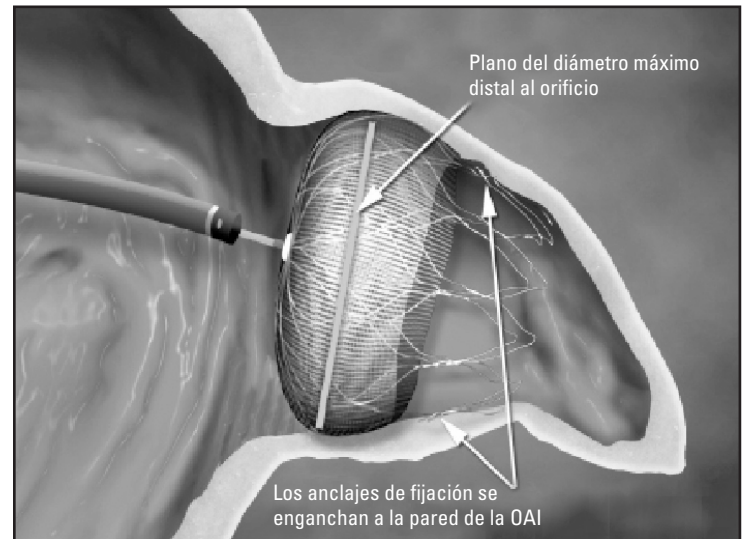

Figura 5. Posición y tamaño del dispositivo de cierre de la OAI WATCHMAN
- A. **Posición:** el plano del diámetro máximo está en el orificio de la OAI o en posición justamente distal en relación al mismo y lo abarca por completo (consulte la figura 5).
- C. **Tamaño (compresión):** mida el plano del diámetro máximo del dispositivo (consulte la Figura 5). Utilice la Tabla 2 como guía.